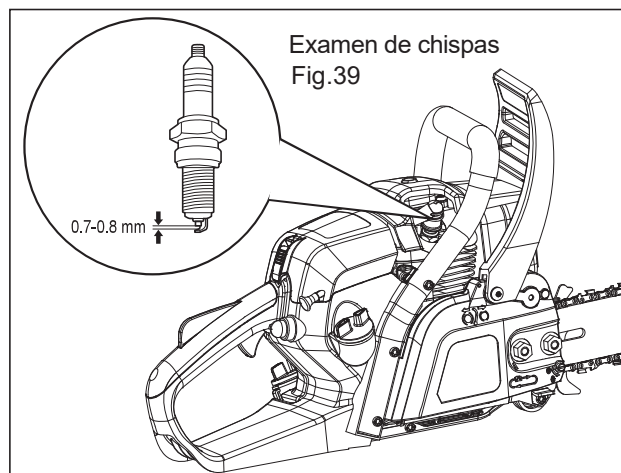

Fig. 39
5. Compruebe la separación de los electrodos de la bujía. Esta debe ser de 0.027 pul. a 0.031 pul. (0.7 - 0.8 mm)(Fig.39).